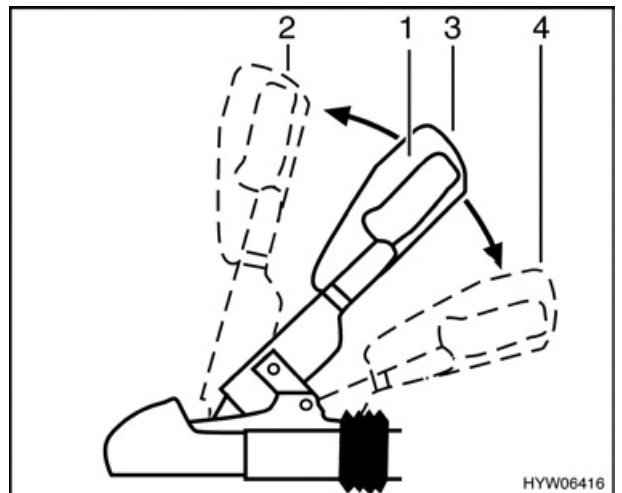

Bild 2 Anhängerkupplung WS 3000 D
- Kupplungsgriff (Bild 2,1) nach oben in Stellung "offen" (Bild 2,2) ziehen. Anhängerkupplung ist geöffnet.
- Geöffnete Anhängerkupplung auf Anhängerkugel aufsetzen und den Kupplungsgriff loslassen. Der Griff gleitet selbsttätig in seine Ausgangsstellung (Bild 2,3) zurück.
- Die Stabilisierungseinrichtung aktivieren. Dazu den Kupplungsgriff aus geschlossener Stellung (Bild 2,3) bis zum Anschlag nach unten drücken (Bild 2,4).
Zum Ausschalten der Stabilisierungseinrichtung, z. B. bei Fahrt auf Eis oder Schnee, den Kupplungsgriff (Bild 2,1) langsam bis zur geschlossenen Stellung (Bild 2,3) nach oben ziehen.